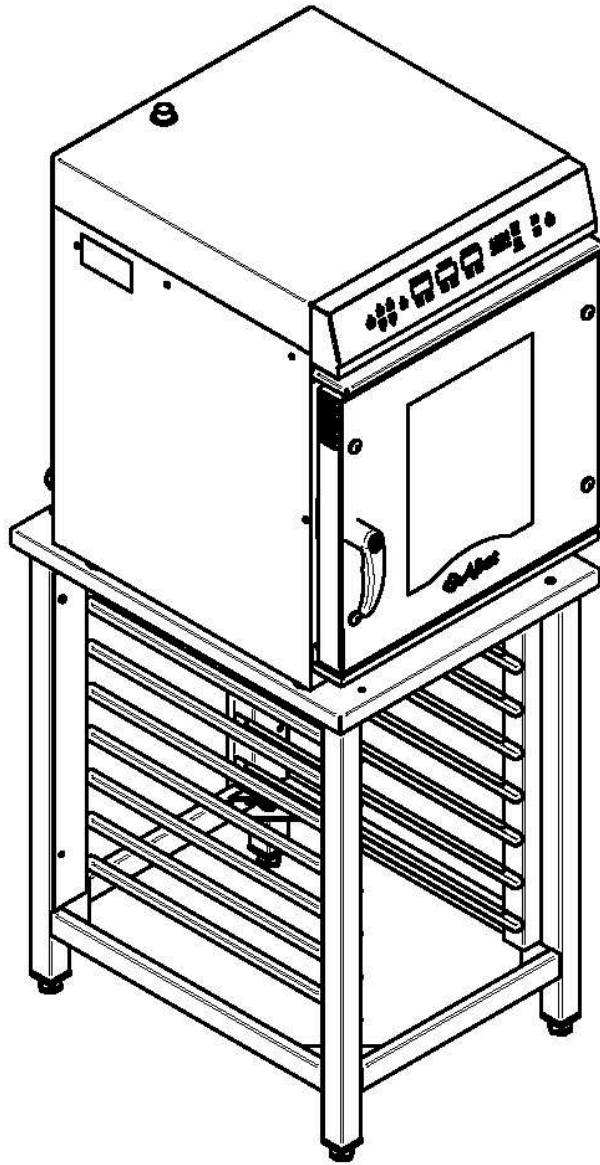

Рис.4. Пароконвектомат установленный на подставку ПК-8-02.
- установите пароконвектомат на стол или подставку (рис.4) ПК-8-02 (завод изготовитель АО «Чувашторгтехника» г. Чебоксары, код для заказа 110000009828);